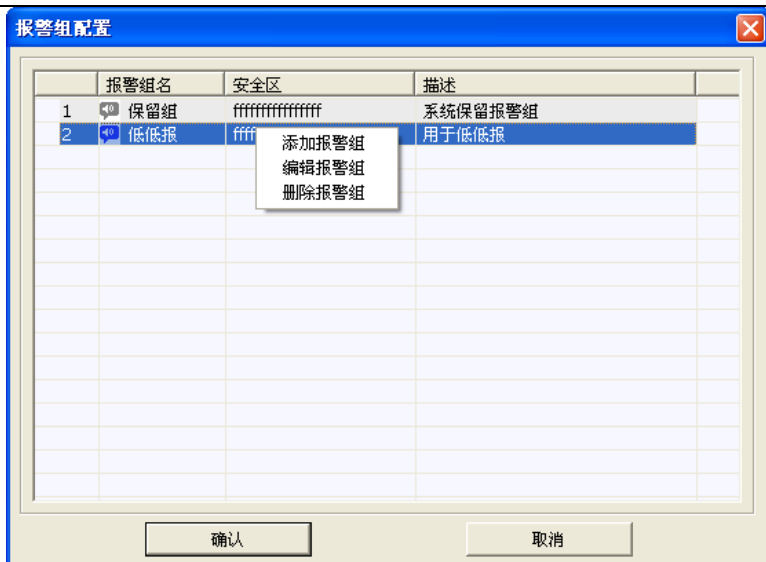

图 9-22 报警组操作
(3) 对于已存在的报警组，用户可以进行编辑、删除操作，选中某个报警组，右键弹出右键菜单，选择所需的操作，如图 9-22 所示。